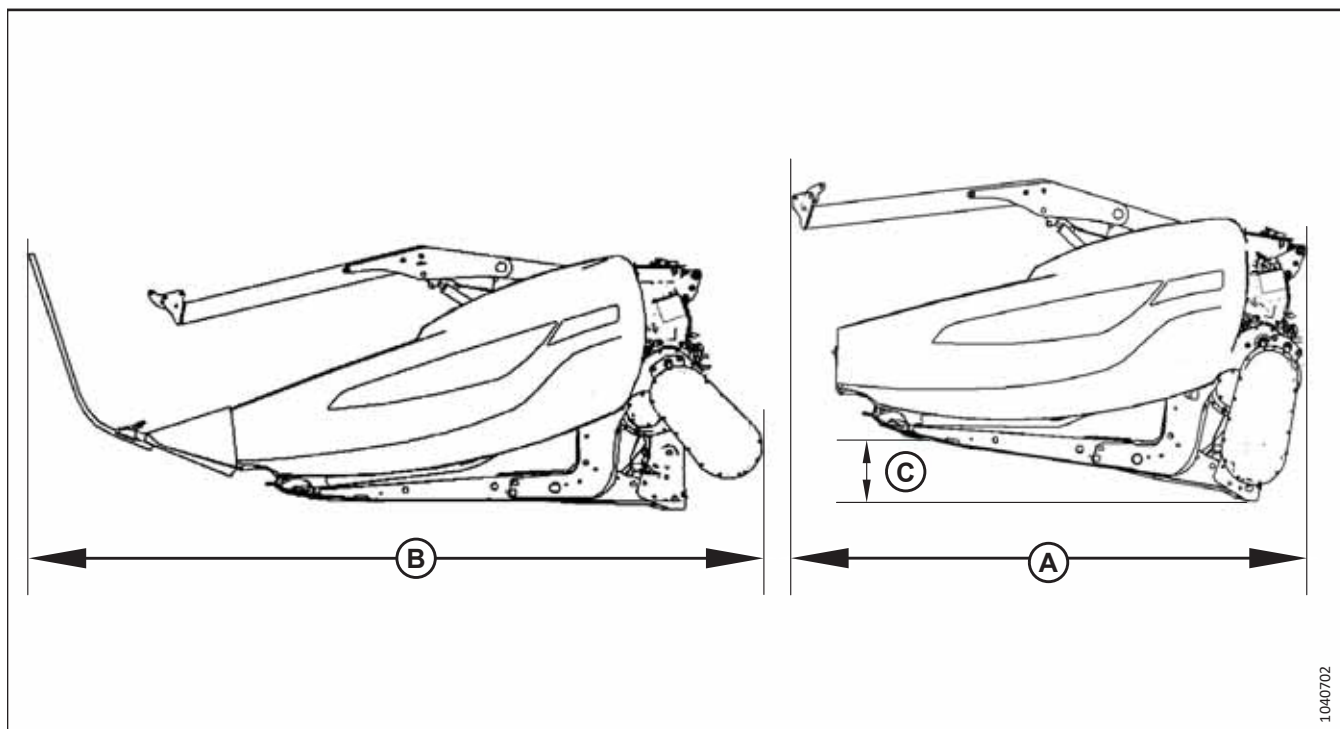

Рисунок 2.1: Размеры жатки
| Ширина жатки в транспортном положении с установленным модулем FM200 (центральное звено наименьшей длины) | Размер (A) — редуктор повернут (положение хранения), делители сняты См. рис. 2.1, страница 32 | 2591 мм (102 дюйма) |
| Ширина жатки в транспортном положении с установленным модулем FM200 (центральное звено наименьшей длины) | Размер (B) — редуктор повернут в рабочее положение, установлены стандартные делители См. рис. 2.1, страница 32 | 3505 мм (138 дюймов) |
| Ширина жатки в транспортном положении с полностью задвинутым мотовилом и установленным модулем FM200 (центральное звено наименьшей длины) | Размер (C) — минимальный размер, необходимый для получения транспортной ширины (A) при повернутом редукторе (положение хранения) и снятыми делителями. См. рис. 2.1, страница 32 ПРИМЕЧАНИЕ: Размер (A) может быть уменьшен за счет использования прицепа с большим размером (C) | 533 мм (21 дюйм) |